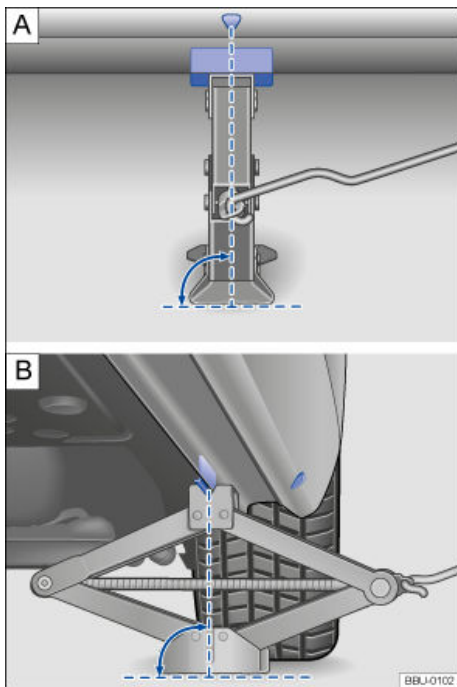

Fig. 180 Macaco posicionado no lado esquerdo traseiro do veículo.
9. Garantir que a base do macaco, com toda sua superfície, esteja firme sobre o chão e que a base se encontre perpendicularmente abaixo do ponto de encosto → Fig. 180 [A] e [B].
10. Alinhar o macaco e, simultaneamente, levantar a garra do macaco até ela se encaixar no ponto de apoio do macaco abaixo do veículo → Fig. 180.
- Posicionar o macaco somente nos pontos indicados. A garra do macaco deve se encaixar no perfil da longarina de forma segura → Fig. 180.